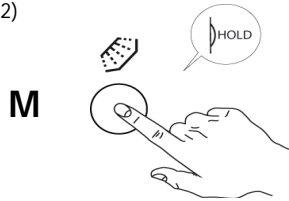

Fig.32
- 1- Mantener el botón "G" manual fría ciclo de aclarado de tiempo necesario para enfriar platos. (Fig. 32)